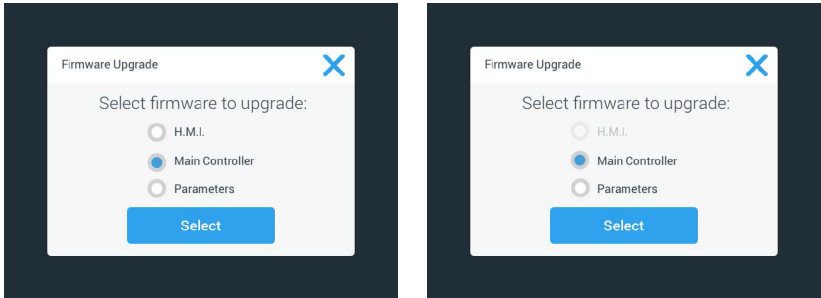

Figure 120 : Sélectionner le microprogramme à installer
11. Si un microprogramme doit être mis à niveau, la liste détaillée représentée sur la Figure 120 s'affiche sur l'écran Mise à niveau du microprogramme. Appuyer sur le microprogramme que vous souhaitez mettre à niveau.